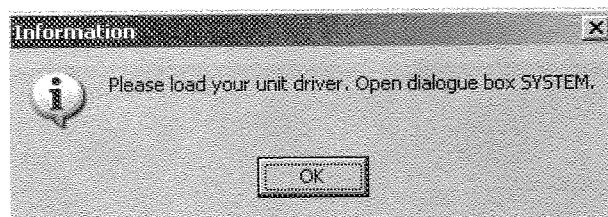

图 1-15 安装驱动提示信息
(1) 进入光盘的【原安装盘】文件夹, 双击 SETUP 开始安装。程序将被安装到“C:\Program Files\Grimm\DustMonitor\”目录下。
(2) 进入光盘的【汉化】文件夹, 将该文件夹下的所有文件复制, 然后粘贴到“D:\Program Files\Grimm\DustMonitor\”目录下。将已有同名文件覆盖、替换。
(3) 运行软件, 此时会提示安装仪器的驱动程序, 如图 1-15 所示。